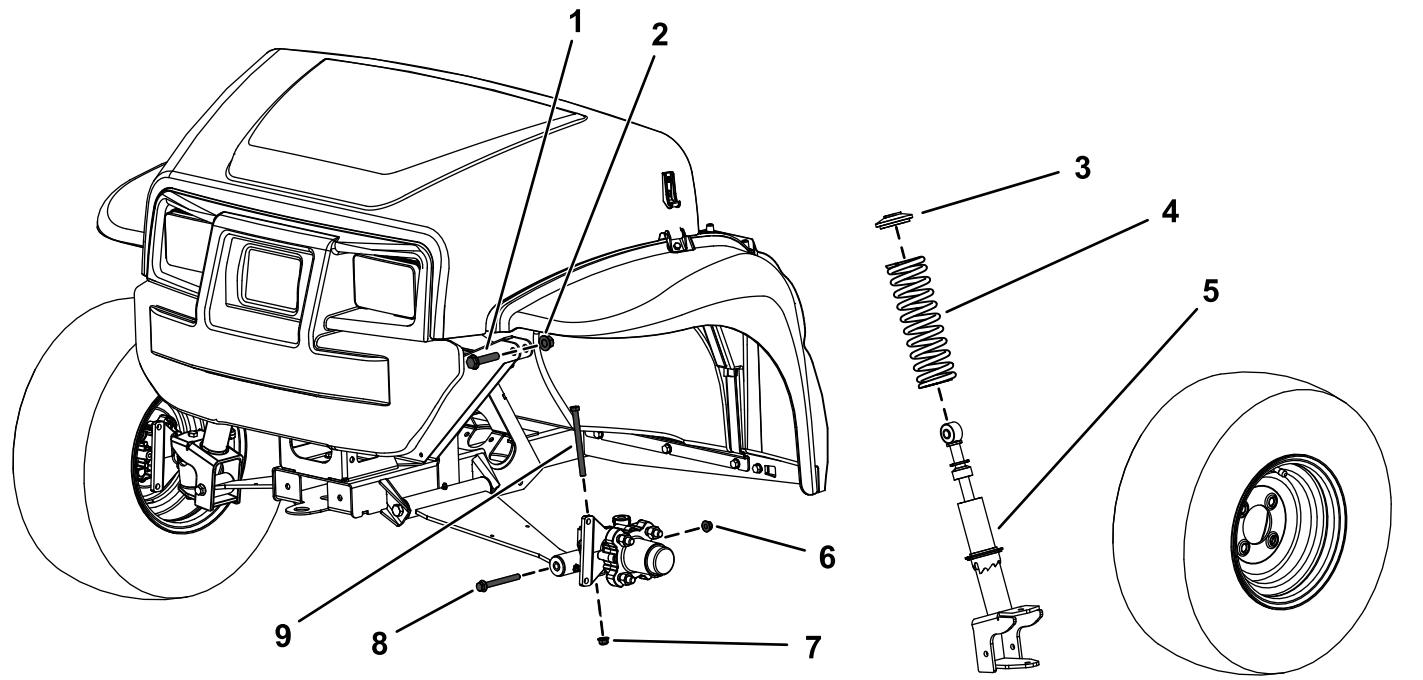

Figura 1
2. Rimuovete il bullone a testa esagonale ( $\frac{3}{8}$ " x  $4\frac{3}{4}$ ") e il dado flangiato ( $\frac{3}{8}$ ") dal fusello (Figura 1).
3. Rimuovete il bullone a testa esagonale ( $\frac{3}{8}$ " x  $3\frac{1}{2}$ ") e il dado flangiato ( $\frac{3}{8}$ ") dal braccio di comando (Figura 1).
4. Rimuovete il bullone a testa esagonale ( $\frac{1}{2}$ " x  $2\frac{1}{4}$ ") e il dado di bloccaggio ( $\frac{1}{2}$ ") che fissa il gruppo del montante al telaio superiore (Figura 1).
5. Rimuovete il gruppo del montante (Figura 1).
3. Rimuovete la molla dal gruppo del montante (Figura 1).
4. Montate la nuova molla sopra il gruppo del montante esistente (Figura 1).
2. Fissate la porzione superiore del gruppo del montante sul telaio con il bullone a testa esagonale superiore ( $\frac{1}{2}$ " x  $2\frac{1}{4}$ ") e il dado di bloccaggio ( $\frac{1}{2}$ ") come illustrato nella Figura 1.
4. Montate il bullone a testa esagonale ( $\frac{3}{8}$ " x  $4\frac{3}{4}$ ") e il dado flangiato ( $\frac{3}{8}$ ") sul fusello (Figura 1).
6. Fissate la porzione inferiore del gruppo del montante sul braccio di comando con il bullone a testa esagonale ( $\frac{3}{8}$ " x  $3\frac{1}{2}$ ") e il dado flangiato ( $\frac{3}{8}$ ") come illustrato nella Figura 1.